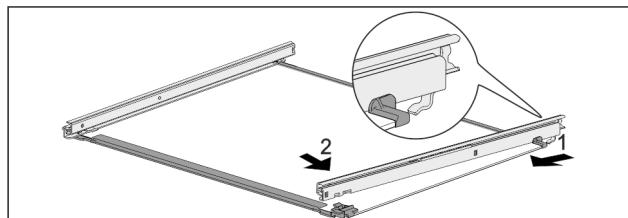

Fig. 140 Стъклена плоча с релси
- Закачете релсата отзад. Fig. 140 (1)
- Фиксирайте релсата отпред. Fig. 140 (2)